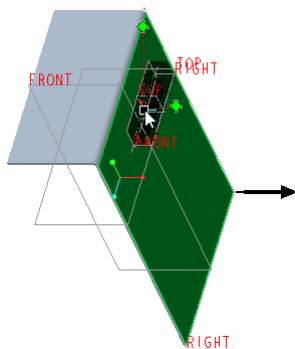

图 2-45 指定凹模的放置参考
(6) 在已有钣金件上指定凹模的放置参考。在本例中, 在已有钣金件的图 2-45 所示的钣金面单击以指定凹模的放置参考。